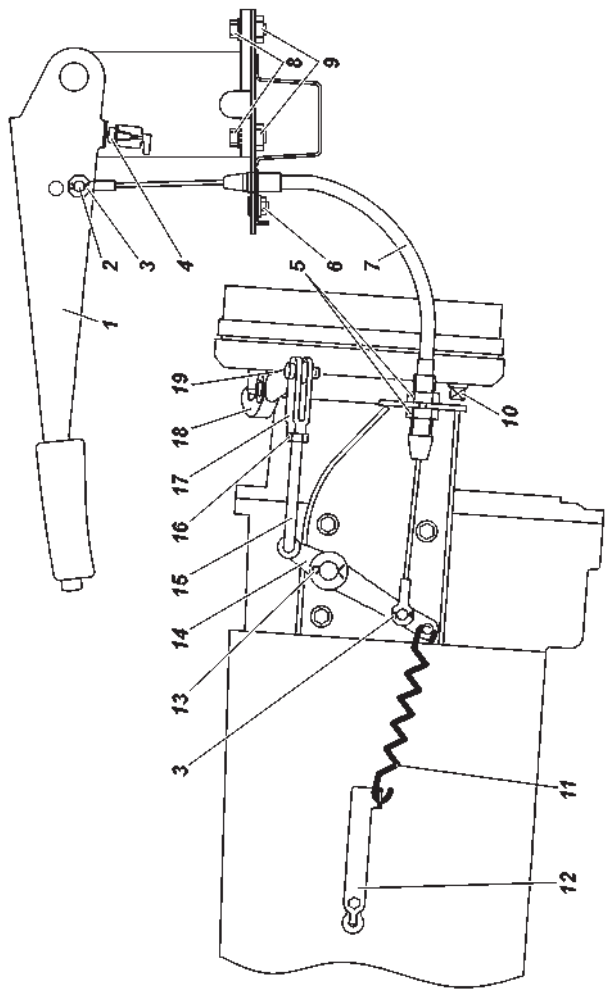

Рис. 9.26. Привод стояночного тормоза трансмиссионный:
Трансмиссионный стояночный тормоз, действующий на трансмиссию (рис. 9.26).
2. Переместите рычаг стояночного тормоза 1 (рис. 9.26) в крайнее нижнее положение.